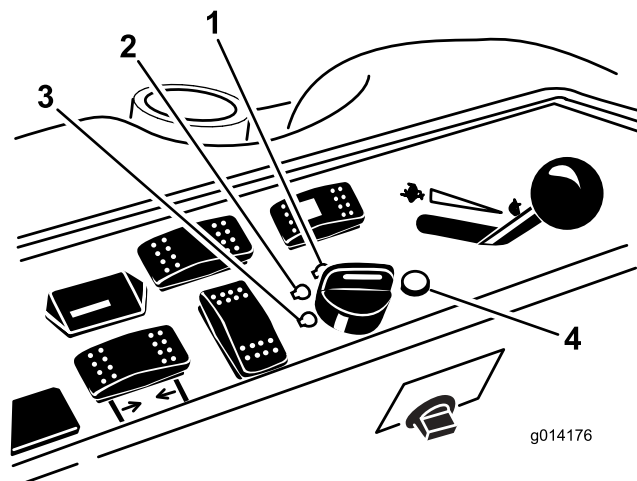

図 12
6. キーを RUN 位置に回す 図 12。
3. キーを OFF 位置に回す図 12。すべての部分が完全に停止してから運転席を立つ。